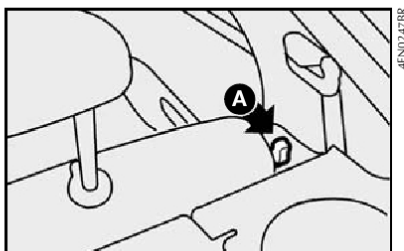

fig. 90
4) Desencaixar o encosto, movendo as alavancas laterais **A-fig. 90** no sentido da seta.
Para isso, destravar a alavanca da direita ou da esquerda **A-fig. 90** e rebater para a frente o encosto até obter uma única superfície de carga.